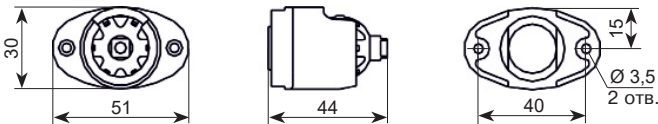

Рисунок 3 – Габаритные и установочные размеры кронштейна (размеры указаны в мм)
6.2 Собранный кронштейн прикрепить шурупами к стене (потолку) в выбранном месте установки. Габаритные и установочные размеры кронштейна представлены на рис. 3. Корпус кронштейна допустимо использовать в качестве шаблона для разметки крепежных отверстий на монтажной поверхности.